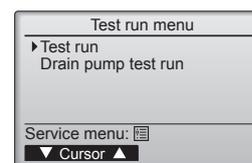

Fig. 7-2
- ② Seleccione "Test run" (Modo prueba) desde el menú Modo prueba, y pulse el botón [ACEPTAR]. (Fig. 7-2)
- ③ Se inicia la prueba, y se visualiza la pantalla Modo prueba.
#### 7.3. Autotest (Fig. 7-2)